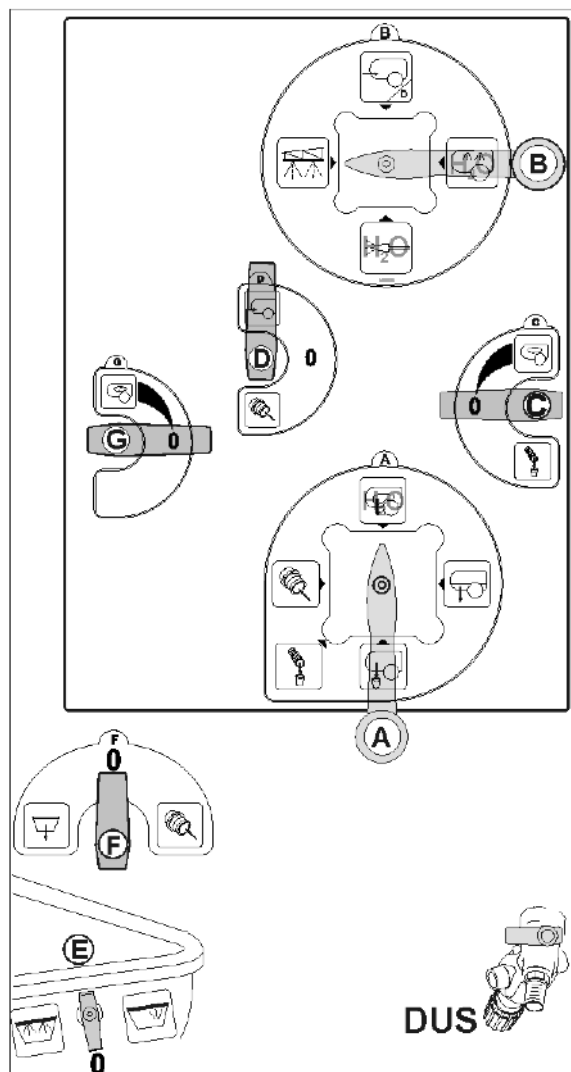

图 140
10. 卸下泵的压力软管 (图 140/1), 使残留的水能够流出压力软管和 VARIO-切换开关 - 压力侧 B。